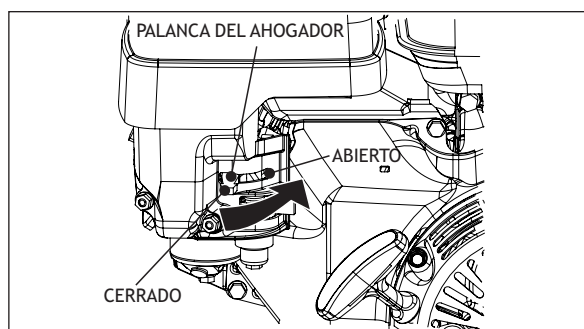

Fig 7. Regresar palanca del ahogador
6. Una vez arrancado el motor después de 5 segundos regresar la palanca del ahogador (Fig 7) a la posición "ABIERTO"